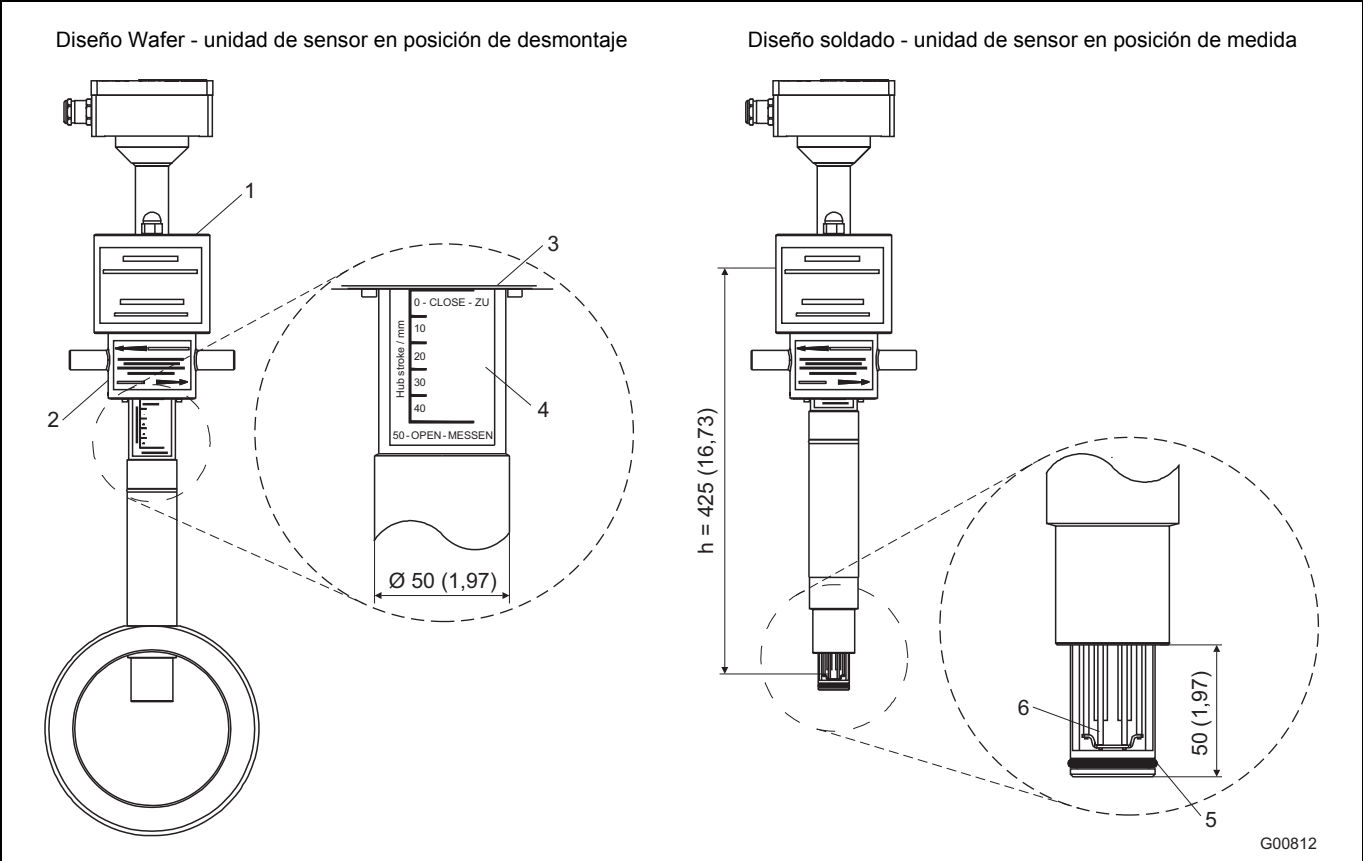
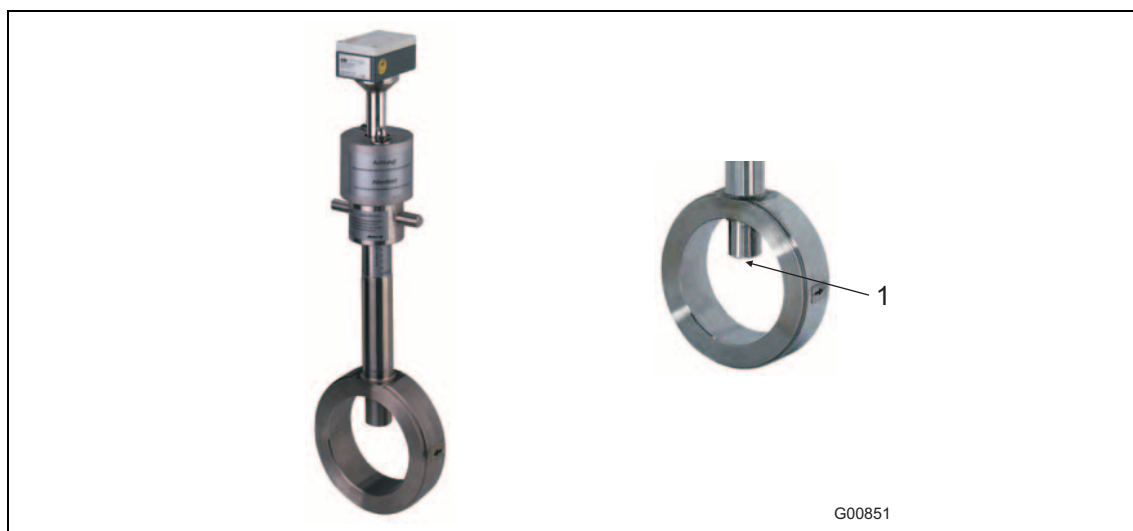
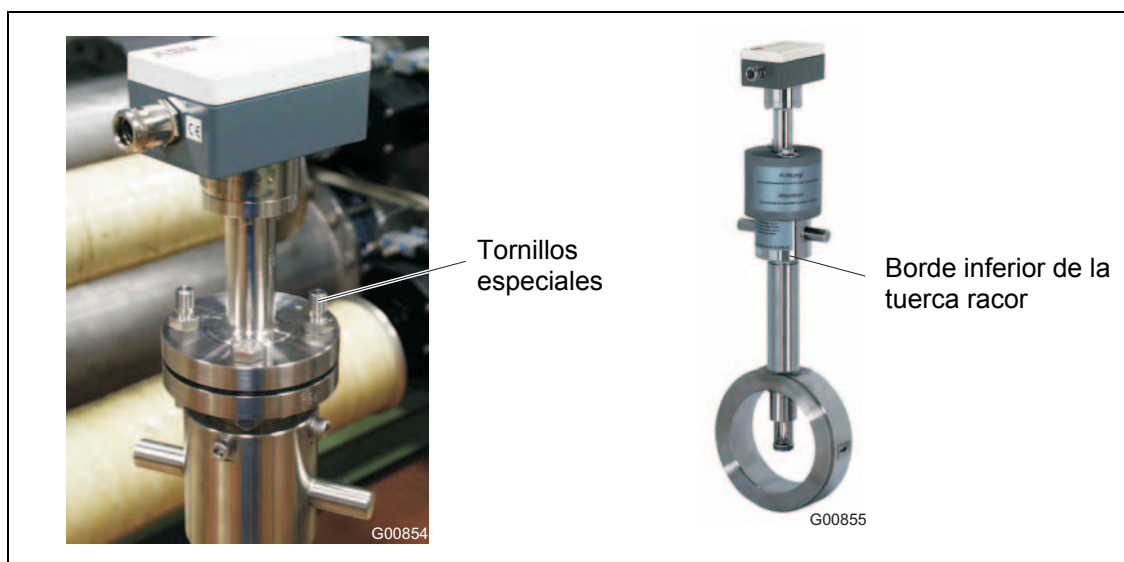

Fig. 9: Medidas en mm (inch)
Fig. 11: Dispositivo de cambio en la posición de desmontaje
Fig. 14: Tornillos especiales para las tapas protectoras
El dispositivo de cambio se ha diseñado para cargas d presión de un máx. de 16 bar abs. Para asegurar que los componentes de las tuberías estándar del tipo 1 se puedan intercambiar entre sí, se ha diseñado el modelo Wafer (Fig. 11) para las bridas DIN DN 50 y DN 80 a un nivel de presión de PN 40. En la versión DN 65 en el nivel de presión PN 16 hay que usar bridas de conexión con 4 agujeros roscados. Las versiones en pulgadas 2 ... 8" se han diseñado para la brida de conexión ASME B16.5 Cl.150. Véase la Fig. 9 para la longitud adecuada del sensor.
La Fig. 11 (imagen izquierda) muestra la versión Wafer instalada del dispositivo de cambio en la posición de desmontaje. El tubo guía se encuentra en la posición final superior y cierra con ello la apertura del Sensyflow (imagen derecha).
- El dispositivo de cambio se tiene que encontrar en la posición de desmontaje (Fig. 11), la abertura del Sensyflow está sellada.
- Inserte y atornille el transmisor en el dispositivo de cambio (2 tornillos M12 y 2 tornillos especiales alargados, que se instalan uno enfrente del otro (Fig. 14).
- Instale las tapas protectoras y fíjelas con las tuercas a los tornillos especiales (Fig. 14).
- Gire el transmisor con la tuerca racor hasta alcanzar la posición de medida (Fig. 14). El canto inferior de la tuerca racor indica la posición del elemento de medición. Sólo cuando se alcanza la posición de medida 50 - OPEN - MESSEN (tope inferior de la tuerca racor) está garantizado que los elementos de medida se encuentren en el centro de la tubería y se puedan medir valores exactos (véase el detalle A en la Fig. 9).
- Gire el dispositivo de cambio con la tuerca racor hasta alcanzar la posición de desmontaje. (Tope superior de la tuerca racor, las letras 0 - CLOSE - ZU deben ser visibles; véase el detalle A en la Fig. 9).